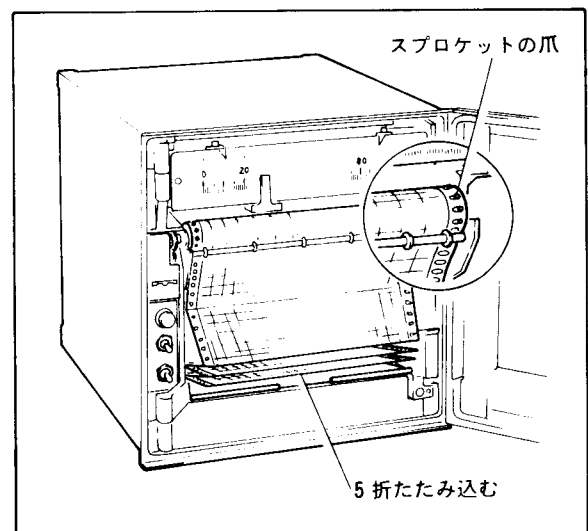

図11-6 記録紙の装てん
- (5) 記録紙を7折引き出し、収納部をもとに押し込みます。
- (6) スプロケットの爪に記録紙の穴を合わせて、記録紙押えローラをばね部分を右側にかけます。
- (7) 記録紙受け中央に、5折きちんとたたみ込みます(図11-6)。(記録紙受けの左右のあきを確認します。)
- (8) 記録紙左端の時刻表示を現在時刻に合わせる場合は、ギヤの遊びを除くため、スプロケットを強く逆転させ、記録紙押えばねの先端と時刻表示を合わせます。左右両端のばねの先端と打点ピンの落下位置はほぼ一致しています。
- (9) 扉を閉めた時、記録紙がベゼルや測定点表示カードに引っかかっていない事を確認します。扉は必ず閉めて、記録させてください。